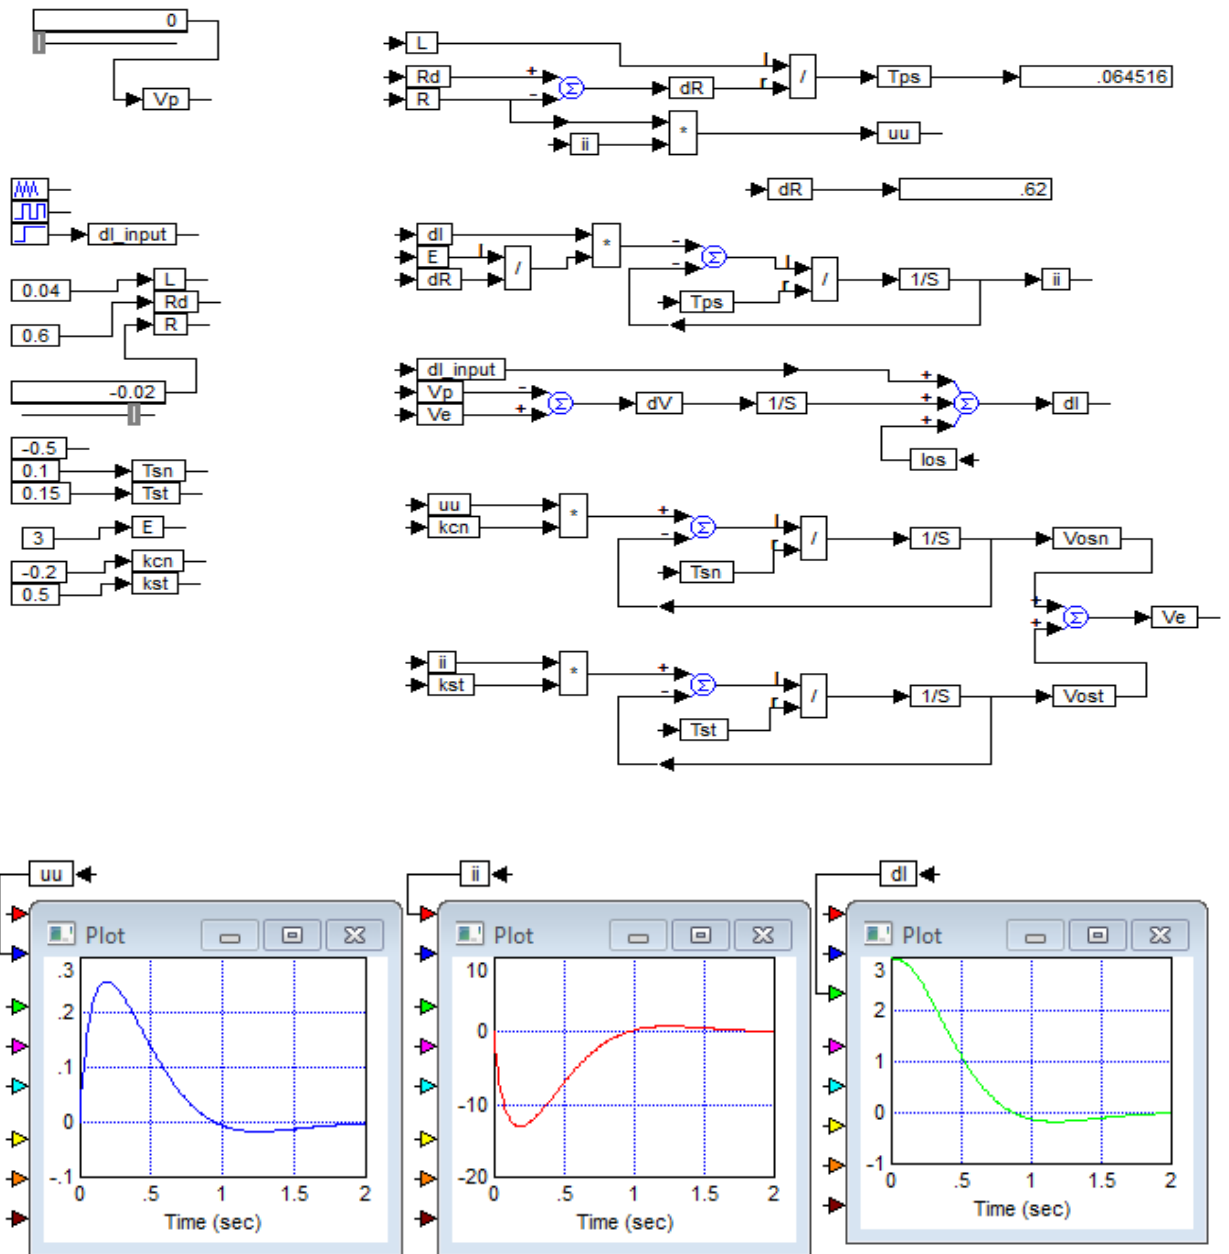

Рис. 1. Структурная схема системы АРДС
1. На рис. 1 представлена структурная схема системы АДДС, оформленная в параметрах состояния. Необходимо: